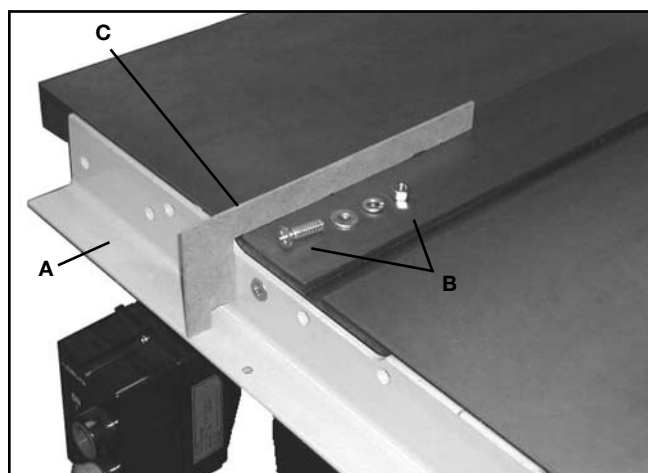

FIG. 5
1. Assembler la barre de guidage avant (A), fig. 5, au bord avant de la table de scie au moyen de deux vis à tête plate à prise Phillips de 5/16-18 x 1 1/4 po (8 mm-18 x 32 mm), de rondelles plates, de rondelles de blocage de 3/8 po (9,5 mm) et d'écrous hexagonaux de 5/16 po-18 (8 mm-18) (B) fournis. Enfiler les vis dans les deux grands trous fraisés de la barre de guidage avant et dans les deux trous à l'avant de la table de scie. Fixer à l'aide de la rondelle plate, la rondelle de blocage et de l'écrou hexagonal. **IMPORTANT :** ne pas serrer la quincaillerie de montage de la barre de guidage avant ce moment.
2. Au moyen du gabarit (C), fig. 5 et 7, vérifier et régler la barre de guidage avant des deux côtés de la lame de la scie comme montré pour s'assurer que la barre de guidage est bien parallèle avec la surface de la table. La section horizontale de la barre de guidage devrait être sous le dessus de la surface de la table d'environ 72 mm (2 27/32 po). **Serrer la quincaillerie de montage de la barre de guidage avant dès que la barre est réglée à la bonne profondeur.**